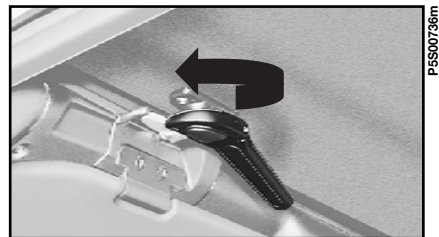

fig. 64
9) Dall'interno vettura, abbassare le alette parasole, bloccare l'hard top sulla traversa parabrezza ruotando le apposite maniglie **fig. 64**.